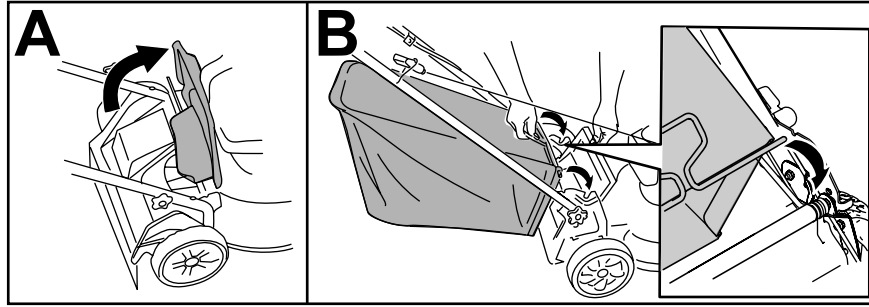

Figura 14
1. Sollevate il deflettore posteriore e tenetelo sollevato (A di Figura 14).
2. Montate il cesto di raccolta, accertandovi che i suoi perni siano inseriti nelle tacche presenti sulla stegola (B della Figura 14).